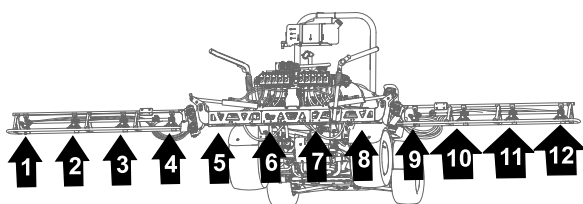

图 128
- 如 图 128 和 图 129 所示将 234cm 供水软管和宝塔软管柄 $\frac{3}{4}$ 英寸沿喷洒段连接至喷嘴 2 和 9。
- 如 图 128 和 图 129 所示将 188cm 供水软管和宝塔软管柄 $\frac{3}{4}$ 英寸沿喷洒段连接至喷嘴 3 和 8。
- 如 图 128 和 图 129 所示将 188cm 供水软管和宝塔软管柄 $\frac{3}{4}$ 英寸沿喷洒段连接至喷嘴 4 和 7。
- 将喷嘴 1、2、3 和 4 的软管穿过中间喷洒段的左外侧端的 R 形夹 图 128 和 图 129。
- 将喷嘴 7、8、9 和 10 的软管穿过中间喷洒段的右外侧端的 R 形夹 图 128 和 图 129。
- 如 图 128 和 图 129 所示将 279cm 供水软管和宝塔软管柄 $\frac{3}{4}$ 英寸沿喷洒段连接至喷嘴 1 和 10。